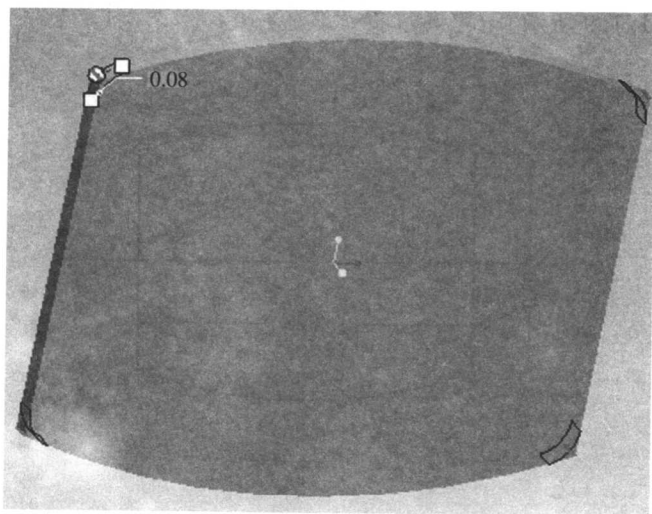

图 1.1.11
Step2: 给屏幕的每条外侧边添加一个倒圆角。按住 Ctrl 键, 依次选取所要倒角的四条边, 按下鼠标右键, 在弹出的快捷菜单中单击“倒圆角边”。“倒圆角”特征操控板打开, 边被倒圆角并在预览中显示。输入其尺寸值 0.08, 单击确定完成此特征。如图 1.1.11 所示。